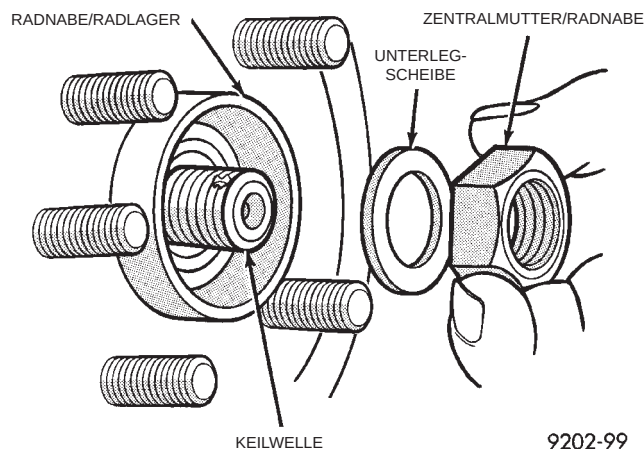

Abb. 54 Unterlegscheibe und Zentralmutter der Vorderradnabe
(11) Das Gewinde der Keilwelle des äußeren Gleichlaufgelenks gründlich reinigen (Abb. 54). Unterlegscheibe und Zentralmutter der Radnabe auf die Keilwelle montieren und festziehen.